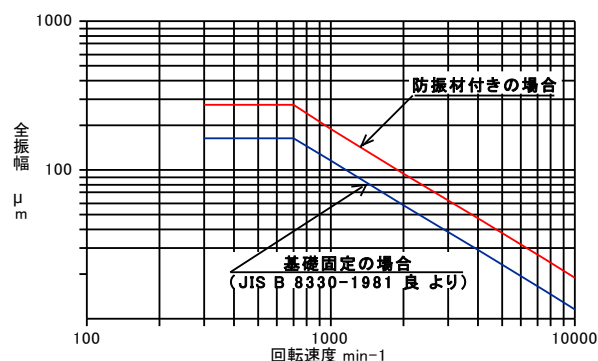

図 15 振動状態の参考判定基準
- (2) Vベルトは、摩耗してきたり、傷んだらお取替えてください。Vベルトの寿命（交換時期）は、使用される環境（温度・湿度・太陽光・粉塵等）や条件（伝達動力・起動回数等）により変わりますが、一般空調送風機の場合の目安は1年です。
- (3) Vベルトは、使用中に伸びますので、定期的に張りをチェックしてください。この伸びは特に新しいVベルトで運転初期に大きく発生しますので、運転開始後10～50時間で張りを調整してください。調整は **5** 据付の第4項“Vプーリの芯出しとVベルト調整”の項を参照ください。
- (4) 軸受許容温度は、一般的には室温+40℃以下かつ80℃以下です。温度が軸受許容温度を超えている場合は、運転を停止して点検してください。
- (5) 軸受箱の音や振動は、運転開始数日後の状態を基準として、判断してください。
- (6) ファンが正常で、据付、ダクト配管工事が正しく施工されている場合の振動の基準値を図15に示します。
|                   | 振 動              |      | 振 動 計                  | 図15による  |      |